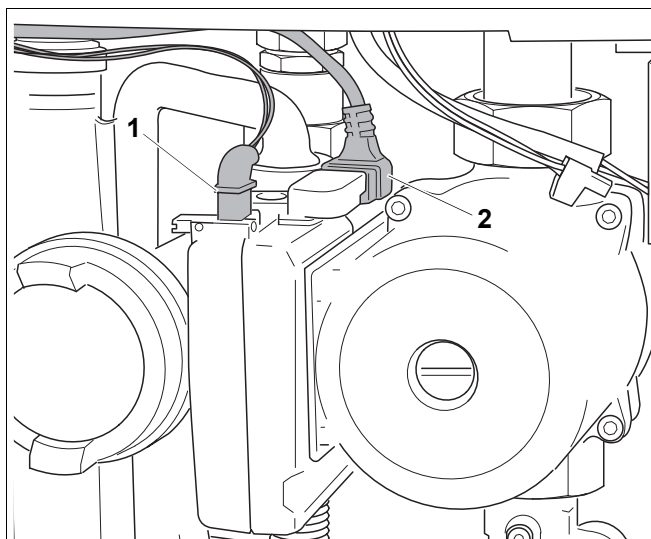

Рис. 20 Подключение насоса
- Подсоединить штекер кабеля тахометра (рис. 20, **поз. 1**) к насосу (только в модулированных насосах UPER 25 - 80).
- Подсоединить к насосу штекер кабеля подключения электропитания (рис. 20, **поз. 2**).